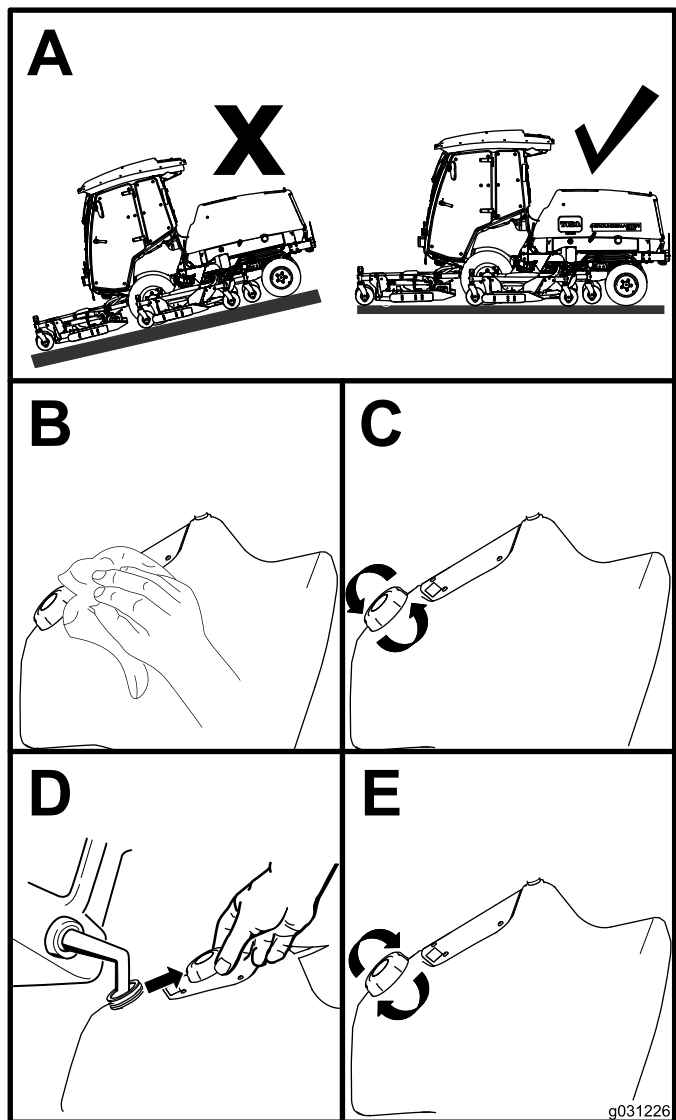

Figure 16
1. Garez la machine sur une surface plane et horizontale (Figure 16).